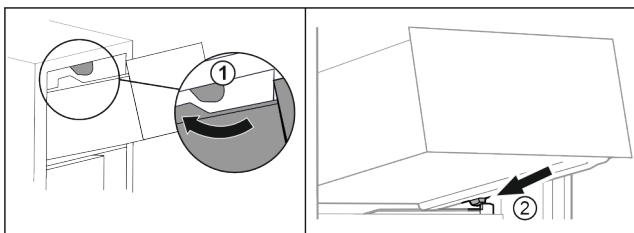

Fig. 65
- ▶ Ved'te zásuvku podél horních zářádek. Fig. 65 (1)
- ▶ Nasad'te zásuvku šikmo za dolní zářádky na žebrování na nádoby. Fig. 65 (2)